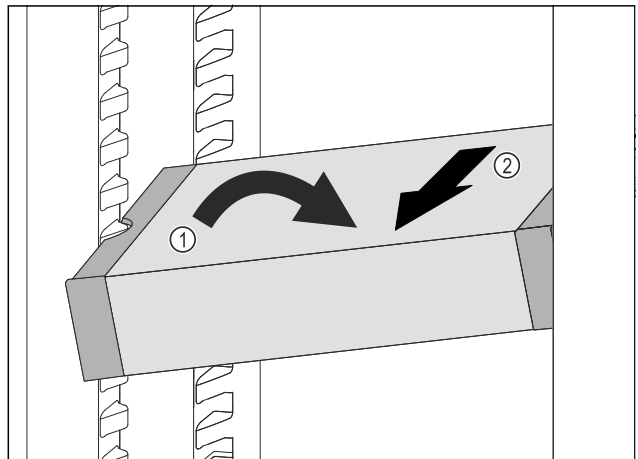

Fig. 185
- Fig. 185 (1)
- Sortir le tiroir VarioSafe par l'avant. Fig. 185 (2)